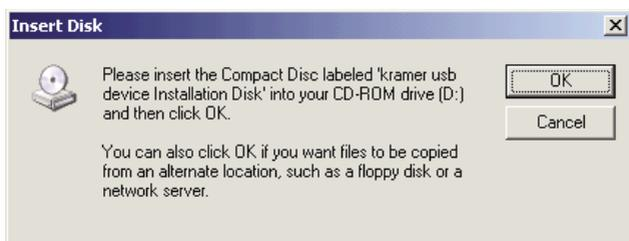

Рис. 6. Окно Insert Disk
20. В окне Insert disk (вставьте диск) щелкните на кнопке OK (см. рис. 6).